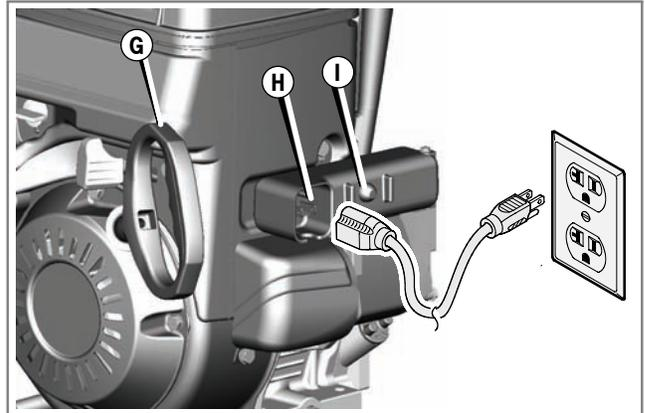

Figure 8
9. **Démarreur électrique:** brancher d'abord la rallonge au connecteur du démarreur électrique (**H**, Figure 8) puis dans la prise murale. Si une rallonge supplémentaire est nécessaire, utiliser une rallonge à 3 fils.